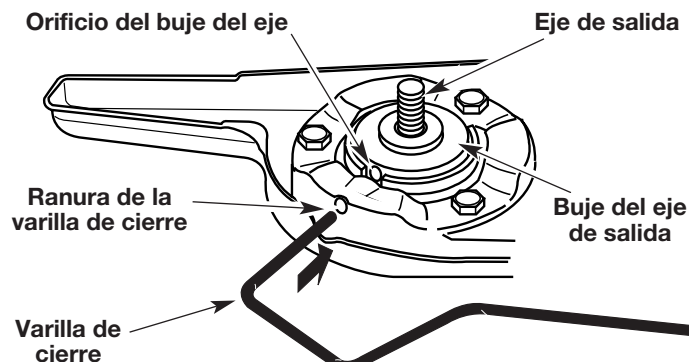
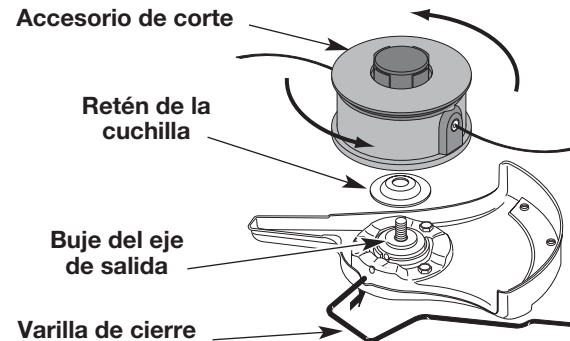

Fig. 7
Fig. 14
1. Alinee el orificio del buje del eje con la ranura de la varilla de cierre e inserte la varilla de cierre en el orificio del buje del eje (Fig. 7).
6. Alinee el orificio del buje del eje con la ranura de la varilla de cierre e inserte la varilla de cierre en el orificio del buje (Fig. 7).
1. Alinee el orificio del buje del eje con la ranura de la varilla de cierre e inserte la varilla de cierre en el orificio del buje (Fig. 7).
5. Alinee el orificio del buje del eje con la ranura de la varilla de cierre e inserte la varilla de cierre en el orificio del buje del eje (Fig. 7). Coloque el retén de la cuchilla en el eje de salida con la superficie plana contra el buje del eje de salida según se ilustra en la Fig. 14. Enrosque el accesorio de corte en sentido antihorario en el eje de salida. Ajuste bien.